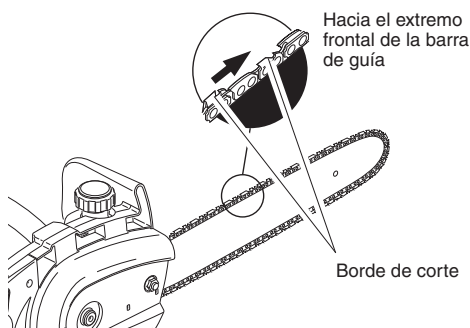

Figura 6 - Dirección de la sierra de cadena
6. Coloque la cadena sobre la circunferencia de la rueda dentada, a lo largo de la ranura superior de la barra de guía y sobre el extremo de la misma. *Nota:* Asegúrese de disponer los bordes de corte de la cadena en la dirección correcta. Coloque la cadena de modo que los bordes de corte de la parte superior de la barra de guía miren hacia el extremo de la misma (vea la Figura 6 y el indicador que se encuentra en la cubierta lateral de la sierra).